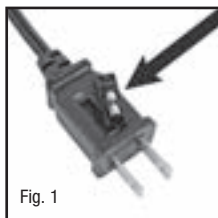
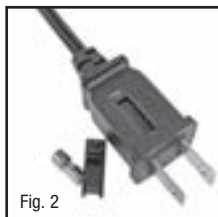

Fig. 1
Fig. 2
2. Si le ventilateur perd de sa puissance ou bien si vous soupçonnez que le fusible est grillé, commencez par séparer le porte-fusible de recharge de la fiche (fig. 1). Sortez le fusible de recharge de son logement en plastique et mettez ce fusible de côté (fig. 2).